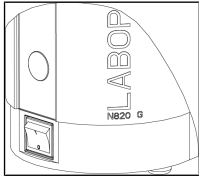

Fig. 6: Conexión y desconexión de la bomba con interruptor de alimentación
- Conectar la bomba con el interruptor de alimentación (ver Fig. 6).